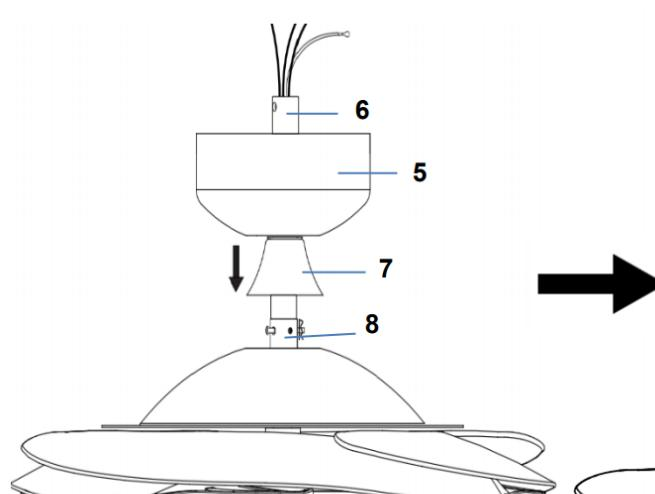
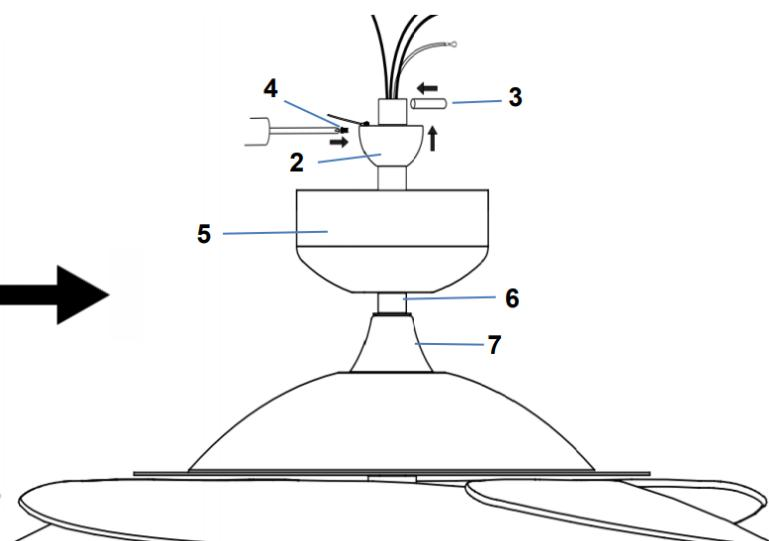

Fig. 6.5
Fig. 6.6
6. Inserte la cubierta decorativa (7) en la varilla descendente (6) para cubrir la caja de acoplamiento de la varilla descendente (8). (Fig. 6.5)
7. Inserte el dosel (5) sobre la varilla descendente (6) e instale nuevamente la junta de bola (2) y el pasador cilíndrico (3) en la varilla descendente (6) y asegúrellos ajustando los tornillos de fijación (4). (Fig. 6.5 y Fig. 6.6)